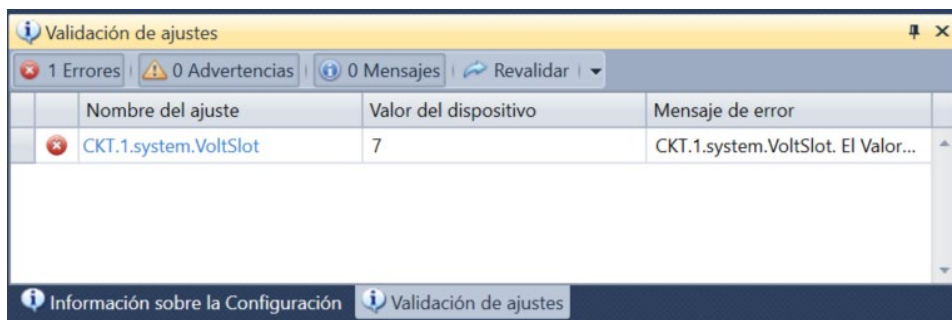

Figura 4-23. Pantalla de validación de ajustes
- Paso 4. Vea la ventana Validación de configuración (Figura 4-23) en la parte inferior de la ventana BESTCOMSP^{Plus}. Haga clic en Revalidar. Esto mostrará todas las fallas de validación en el archivo de configuración, incluidas las fallas causadas por la nueva configuración de la tarjeta.